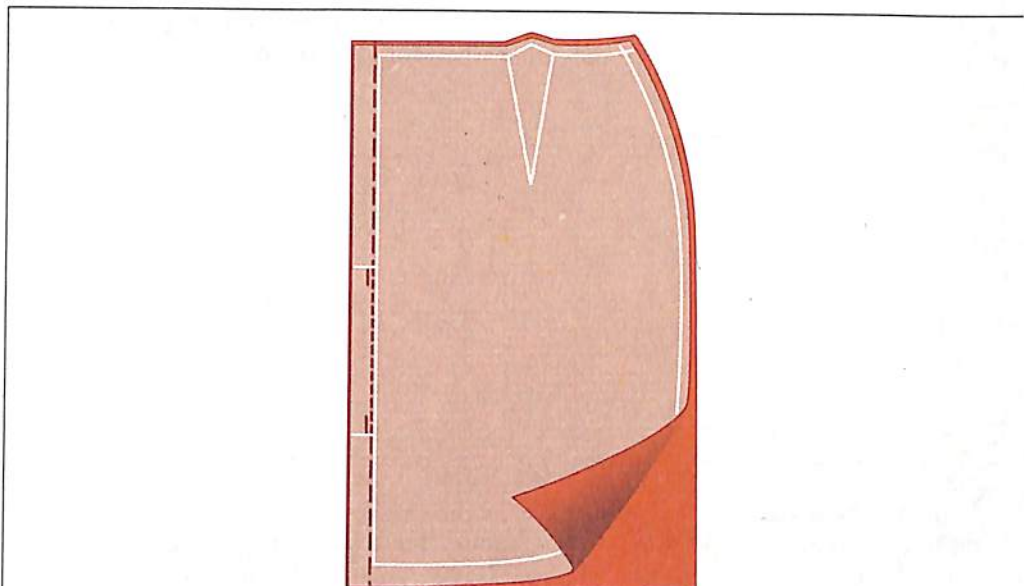

Рис. 60. Обработка заднего среднего шва юбки
3. Установить длину стежка 4–6 мм и стачать детали до нижнего среза (рис. 60).